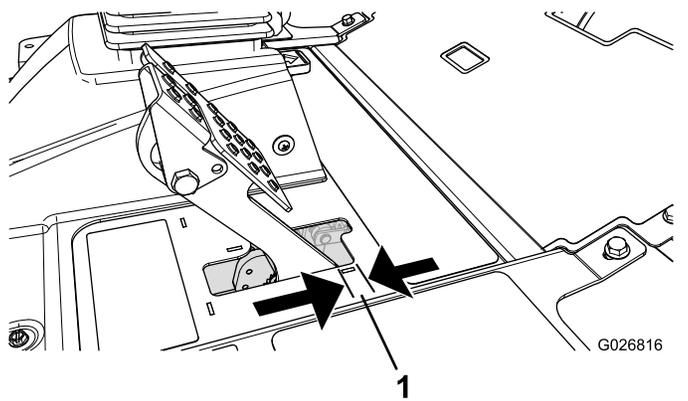

Рисунок 63
Тормоза необходимо отрегулировать, если свободный ход (Рисунок 63) педали тормоза превышает 2,5 см или требуется большее усилие нажатия для торможения. Свободный ход — это расстояние перемещения педали тормоза до ощущения тормозного сопротивления.
2. Затяните заднюю гайку, чтобы переместить трос назад так, чтобы свободный ход педалей тормоза составил от 0,63 до 1,27 см (Рисунок 63) до момента фиксации колес.